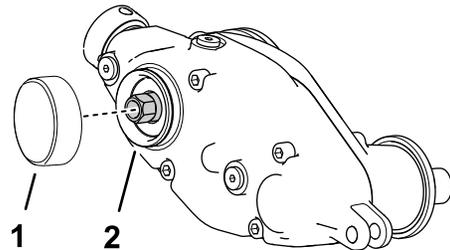

图 14
1. 在卡环槽周围和外直径表面涂抹中等强度的圆柱固持胶如 Green Loctite 609® 图 14。
2. 如 图 14 所示安装盖子。